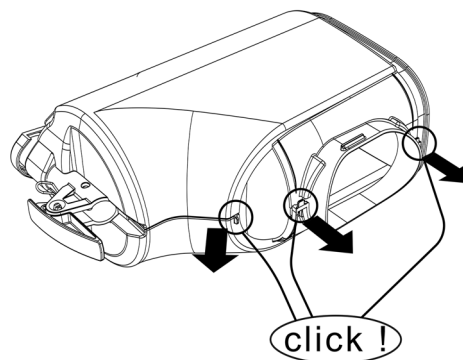

figura 16
- 1 Aprire le due parti, facendo scattare. (vedere figura 16).